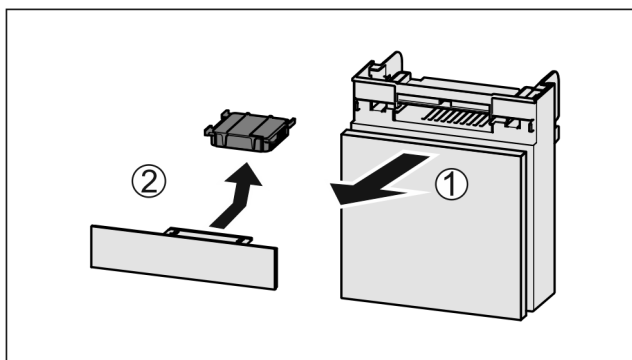

Fig. 35
- ▶ Extrageți Fig. 35 (1) compartimentul către înainte.
- ▶ Scoateți Fig. 35 (2) filtrul de cărbune activ.